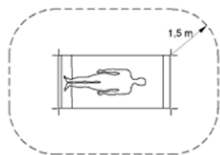

Fig. 2
- ⚠** Changez les piles en dehors de l'environnement du patient (à au moins 1,5 mètre du patient ou de son accompagnateur conformément à la norme CEI 60601-1, voir la figure 2). Laissez l'appareil refroidir avant de changer la pile.